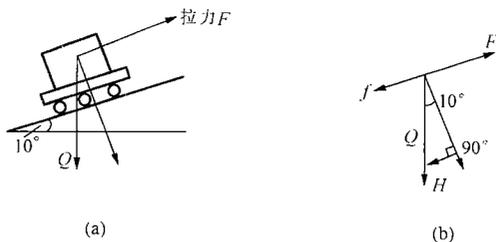

图 D-7
**Lc2D3079** 如图 D-7 (a) 所示，在坡度为  $10^\circ$  的路面上移动 20t 的物体，物体放在木托板上，在托板下面垫滚杠，试求移动该物体所需的拉力。(已知：滚动摩擦力  $f=0.3t$ ， $\sin 10^\circ=0.174$ ， $\cos 10^\circ=0.985$ )
解：如图 D-7 (b) 所示，下滑力（即重力作用产生的分力） $H$  为：(1T=9800N)